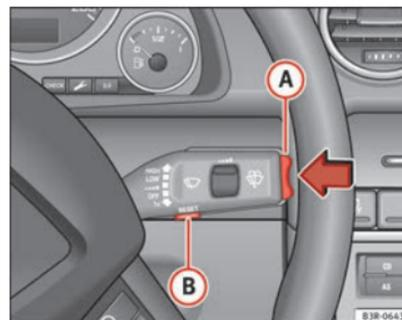

Fig. 59 Palanca del limpiaparabrisas: Interruptor-selector de funciones
- Pulse el conmutador-selector de funciones en la palanca del limpiaparabrisas **(A)** ⇒ fig. 59, en la parte superior o bien inferior, para modificar el valor programado. Un aumento o disminución de la velocidad podrá almacenarse a intervalos de 10 km/h.
- Pulse la tecla Reset dispuesta en la palanca del limpiaparabrisas **(B)** ⇒ fig. 59 hasta que aparezca tachado el símbolo de advertencia del límite de aviso 2.